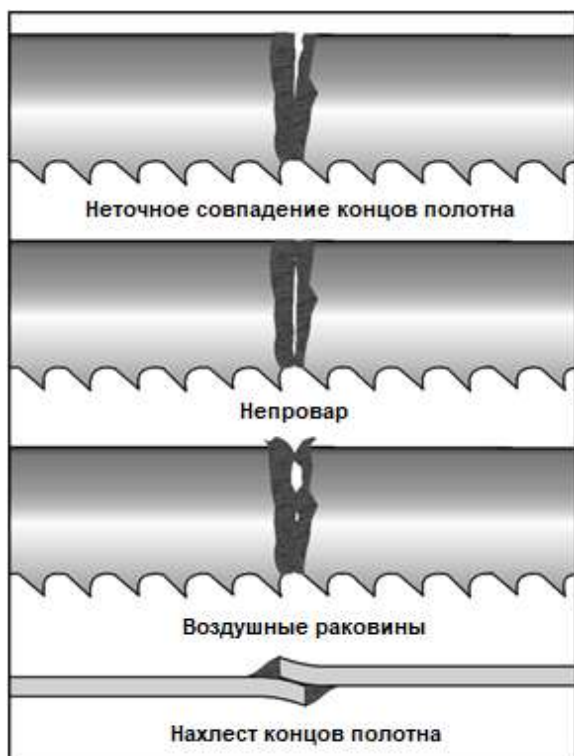

Рис. 19.
12. Извлеките полотно из зажимов и тщательно осмотрите его. Расстояние между зубьями по обеим сторонам шва должно равняться шагу, а сам шов должен располагаться по центру впадины. На данном этапе по виду сварного шва легко определить неточное совмещение концов полотна. На Рис. 19 приведены примеры